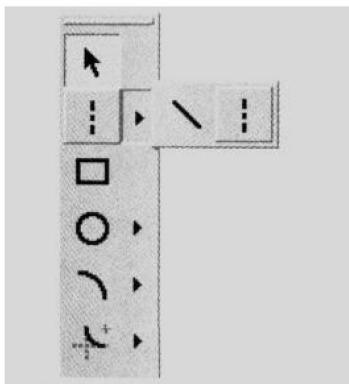
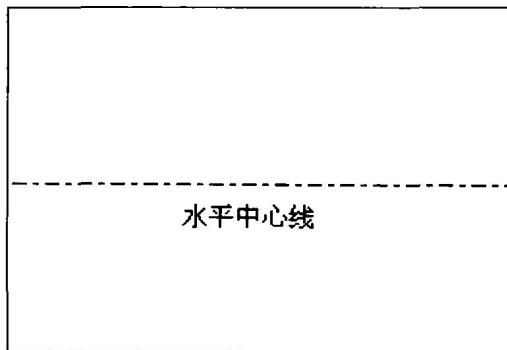
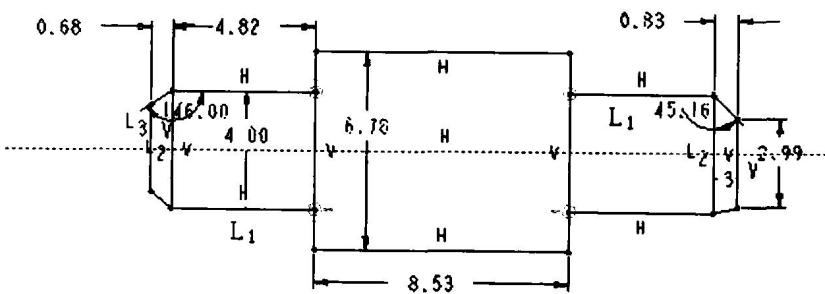

图 1.5 【虚线】命令图标
图 1.6 绘制水平中心线
图 1.7 绘制轴剖面
- (4) 利用【虚线】命令图标绘制轴的中心线。在【草绘】工具栏中单击【虚线】命令图标“”，如图 1.5 所示，在绘图区中央选择水平线上的两点，绘制一条水平中心线，如图 1.6 所示。
- (5) 利用【直线】命令图标绘制轴的圆柱轴剖面。在图 1.5 所示的【草绘】工具栏中单击【直线】命令图标“”，绘制圆柱轴的剖面，如图 1.7 所示。
技巧： 图 1.7 中标有“L₁”的两条线段长度相等，标有上下箭头或者左右箭头的表示两点相对于中心线对称。在绘制过程中，读者可以结合系统自动默认的对称、线段相等、对齐、水平以及垂直等约束功能，提高绘图速度。